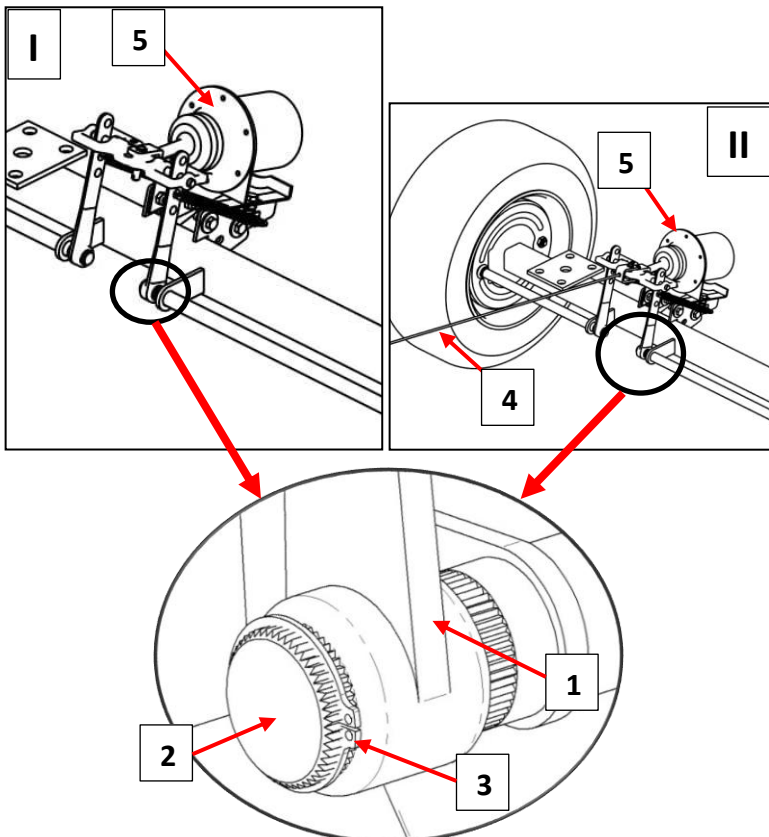

Abb. 17 Einstellung der Bremsen
Die Einstellung der Bremsen besteht in der Änderung des Bodens des Spreiznockenarms (1) (Abb. 17) relativ zur Spreiznockenwelle (2). Dazu den Sicherungsring 3 von der Welle 2 entfernen und dann den Hebel 1 von Welle 2 nehmen. Anschließend den Spreiznockenhebel an der Verbindungsstelle mit der Welle um einen oder mehr Zähne in der richtigen Richtung verstellen: